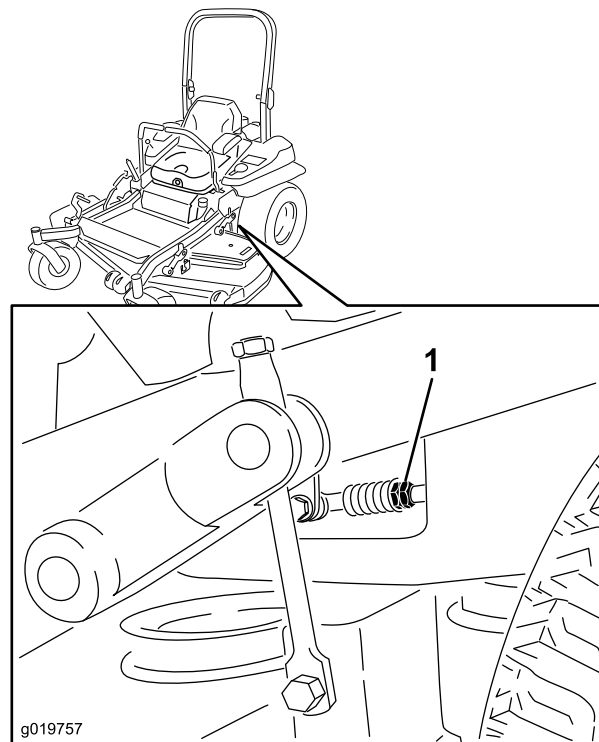

Figure 86
7. Amenez les leviers de commande de déplacement au point mort. Réglez la longueur des tiges de pompes en tournant les doubles écrous dans le sens voulu jusqu'à ce que les roues tournent légèrement en arrière (Figure 86). Amenez les leviers de commande de déplacement en position de marche arrière et, tout en appuyant légèrement sur les leviers, laissez les ressorts de marche arrière ramener les leviers au point mort. Les roues doivent s'arrêter de tourner ou tourner légèrement en arrière.